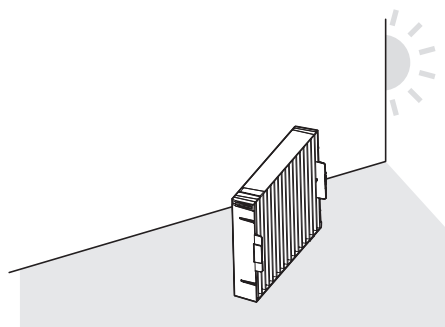

図 2
- エアフィルターユニットのつまみ (a) を矢印のとおり内側に少し押しながら、エアフィルターユニットをプロジェクター本体のつまみ (c) から外して引き出します。(図2)
2) エアフィルターユニットを乾燥させる (図 2)